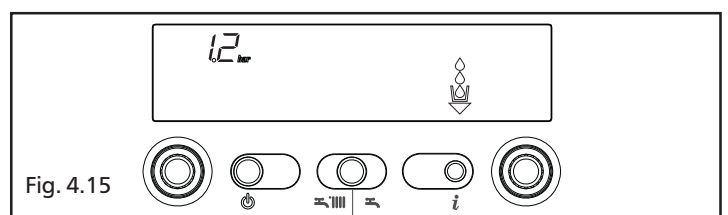

Fig. 4.15
**Info 2** visualizza la pressione di carica impianto (fig. 4.15)